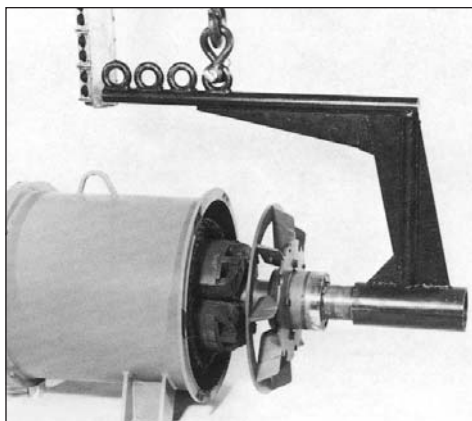

Figura 6-54
2. Utilice un sostén para levantar y una grúa adecuada, cuidadosamente instale el ensamble del rotor dentro del ensamble del estator principal a través del final del dispositivo (figura 6-54). Cuidadosamente introduzca los cables del rotor a través del orificio del soporte del frente del eje al ser instalado el rotor.